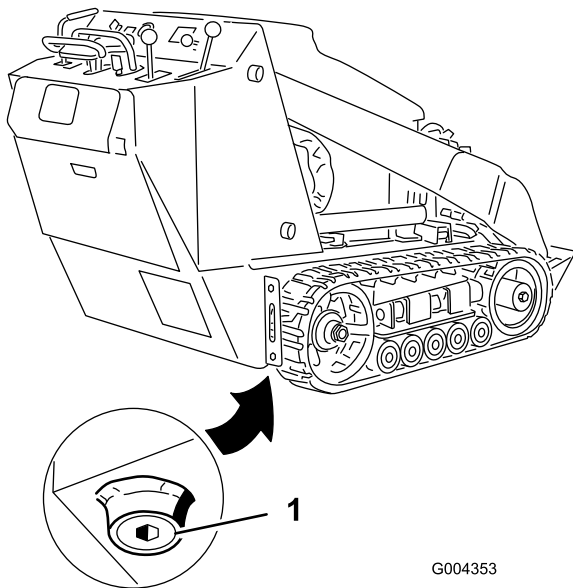

Figura 33
4. Togliete il tappo di spurgo (Figura 33).